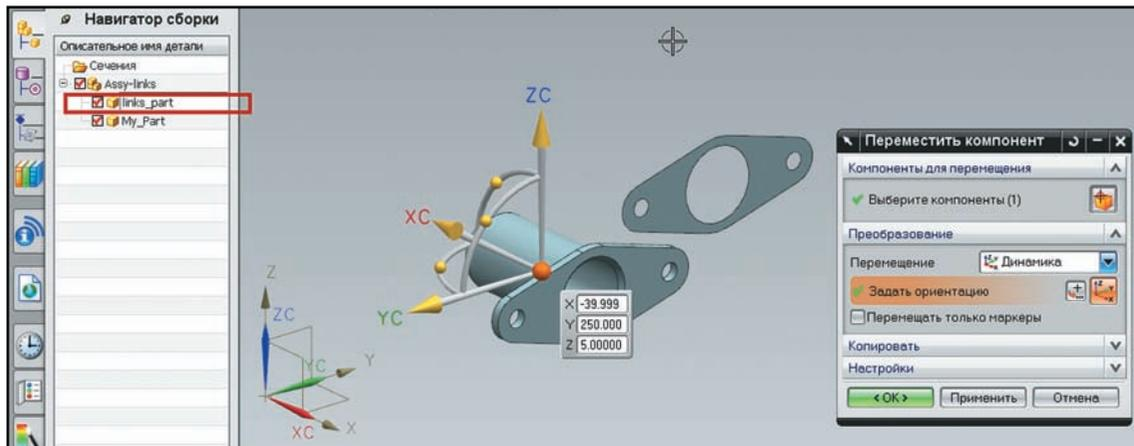

Рисунок 4.3. Изменение исходного объекта
- Двойным щелчком мыши на компоненте сборки сделайте её рабочей деталью и, выбрав исходный компонент в **Навигаторе сборки**, нажмите правую кнопку мыши и выберите пункт меню **Перемещение (Move)**. Затем с помощью маркеров переместите компонент в произвольном направлении (рис. 4.3). Скопированная грань осталась на месте, так как активен режим блокировки обновлений. Нажмите **ОК** в диалоге перемещения компонента.